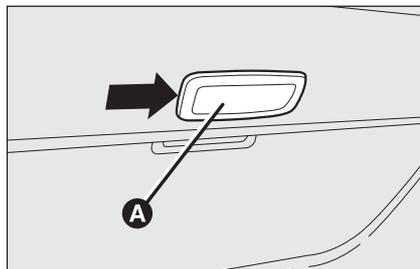

fig. 40
- agire nel punto indicato dalla freccia e rimuovere la plafoniera **A**-fig. 40;